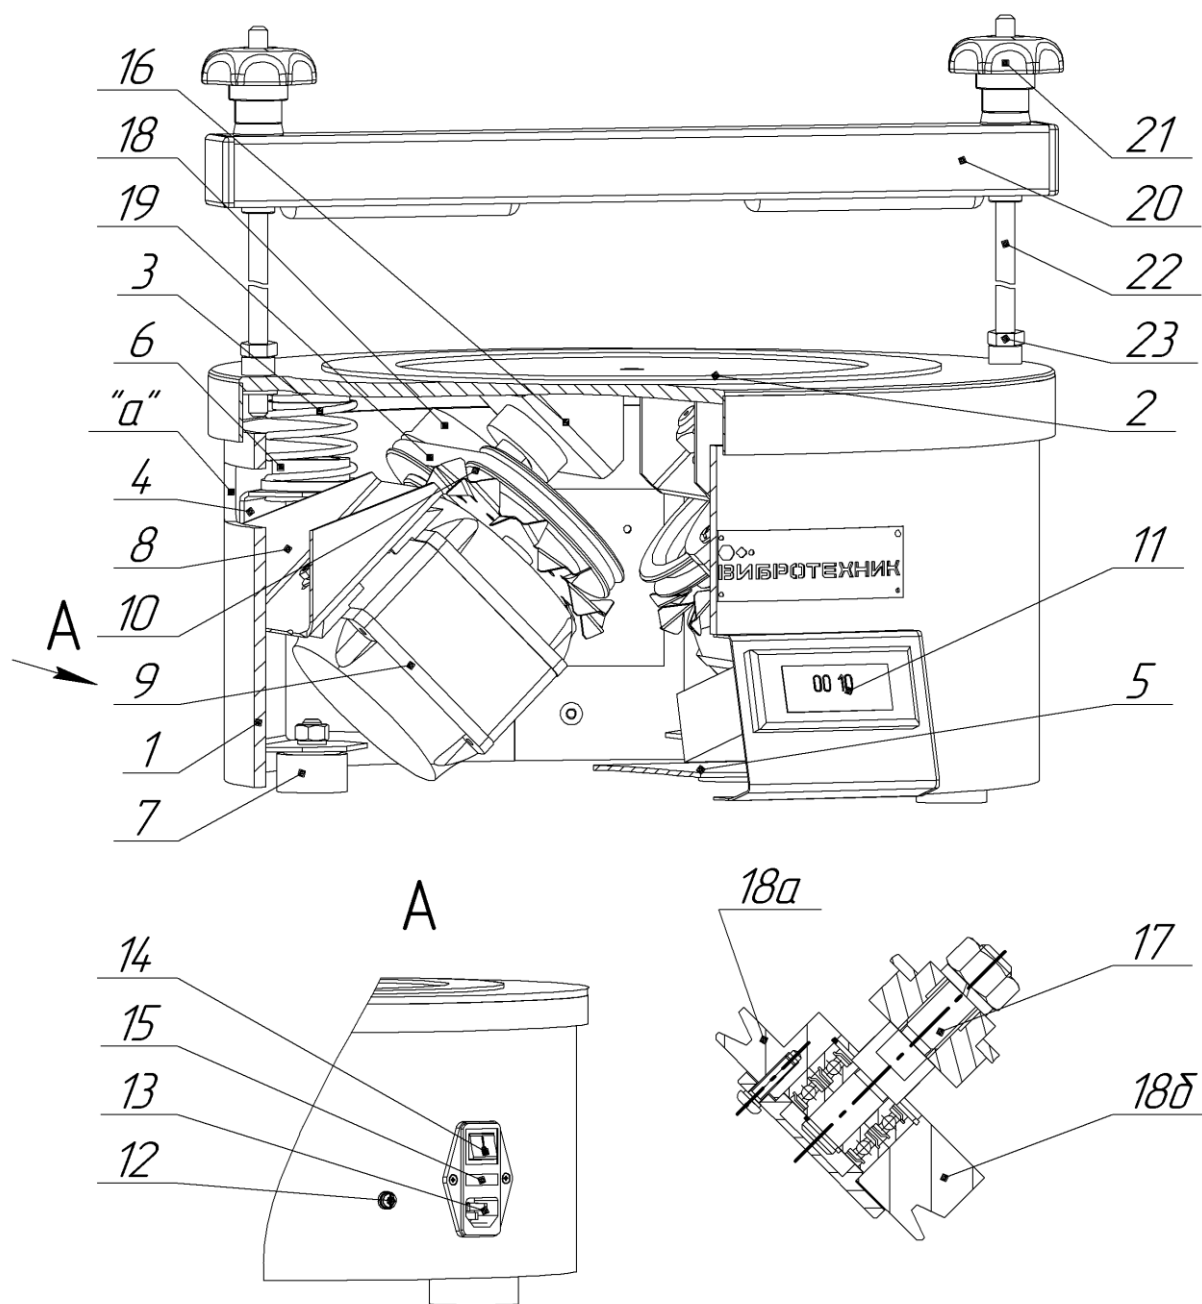
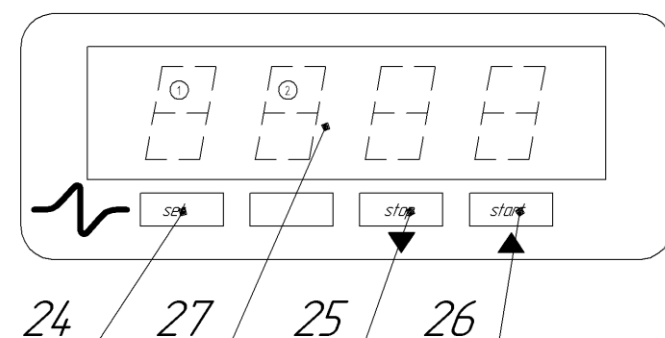

Рис. 1. Вибропривод ВП 30Т. Общий вид
Рис. 2. Таймер
2.1.1 **ВНИМАНИЕ!** Вибропривод имеет класс защиты 01. При работе обязательным является его заземление через шпильку заземления 12. (Рис. 1).
- перемещать Вибропривод за непредназначенные для этого части. Допускается производить перемещение только за специальные отверстия "а" (Рис. 1) в обечайке.
- нажать кнопку 14 (Рис. 1), при этом включится таймер 11 (Рис. 2);
е) Смонтировать устройство крепления (Рис. 1), для чего:
а) Отвернуть маховички 21 (Рис. 1) от траверсы 20 и снять их слегка наклонив – скошенная резьба позволяет свободно перемещать маховички по шпилькам 22;
д) Отвернуть маховички 21 (Рис. 1) от траверсы 20 и снять их, приподнять траверсу и снимите технологическое оборудование или колонну сит;